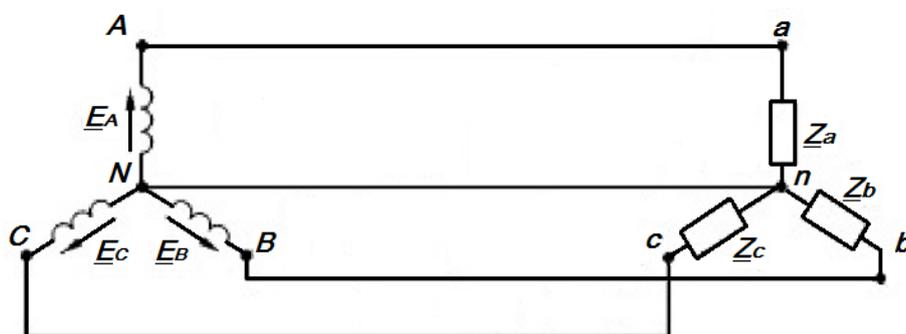

Рис. 1.23. Схема связанной трехфазной электрической цепи
3. Собрать связанную трехфазную электрическую цепь с нейтральным проводом по схеме рис. 1.23. Сопротивления Z_a , Z_b , Z_c выбирают из набора сопротивлений комплектующих лабораторного стенда УИЛС-1 исходя из обеспечения симметричной и несимметричной нагрузки. Узел N собирают на наборном поле лабораторного стенда присоединением одного из выходов каждой фазы блока питания трехфазной цепи.
4. Измерить фазные напряжения и токи во всех фазах цепи для вариантов схемы рис. 1.23 с симметричной и несимметричной нагрузкой. Результаты записать в табл. 1.17.
5. Измерить линейные напряжения цепи для вариантов схемы рис. 1.23 с симметричной и несимметричной нагрузкой. Результаты записать в табл. 1.18.